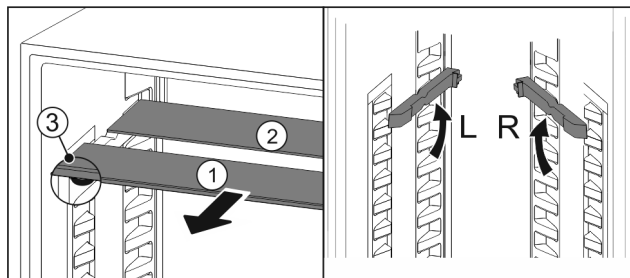

Fig. 81
- Издърпайте Fig. 81 (1) поотделно стъклените плочи напред.
- Стъклената плоча Fig. 81 (1) с декоративната лайстна е отпред.
- Ограничителите Fig. 81 (3) сочат надолу.